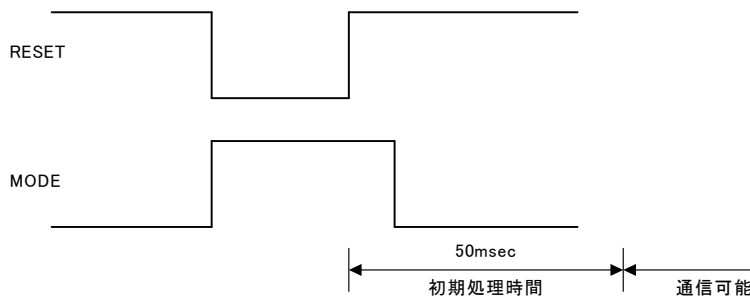

図 11 RESET 時の初期化タイミング
- 3) RESET 端子に制御信号を入力した場合についても、RESET 解除後、約 50msec 後のタイミングで可能になります(図 11)。